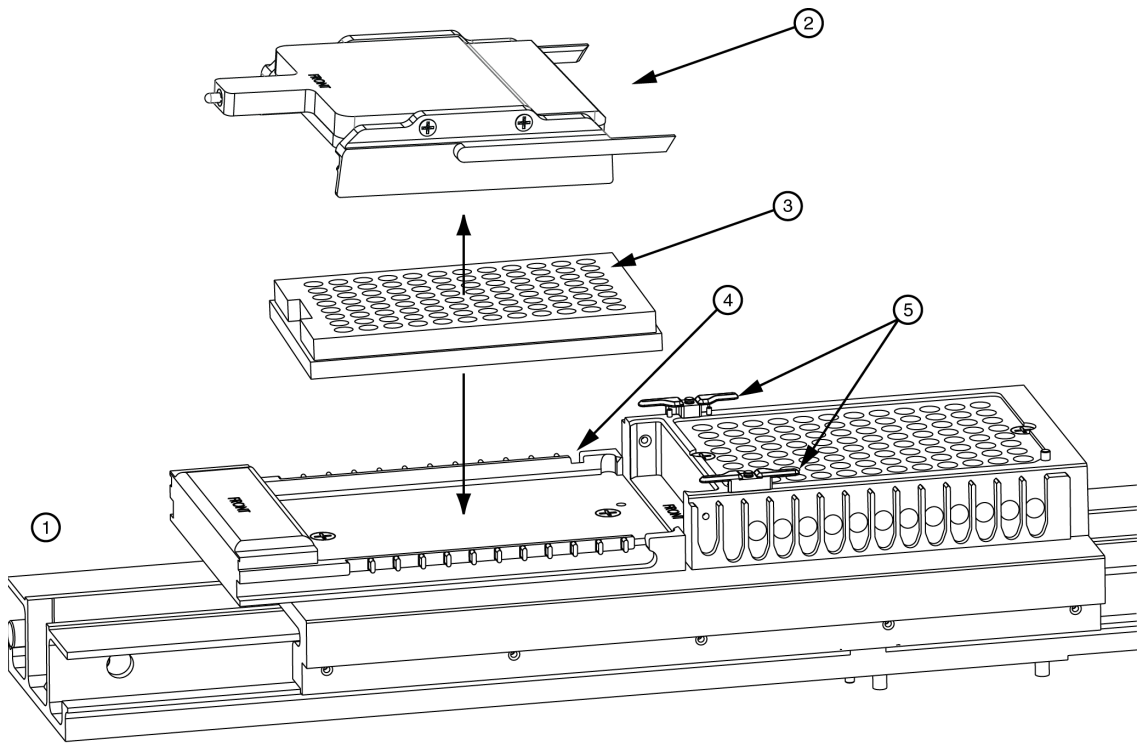

图 9.16 加载缓冲液板和缓冲液蒸发盖
1. 使用缓冲液板支架上的对齐线对齐缓冲液板凹角（图 9.16）。